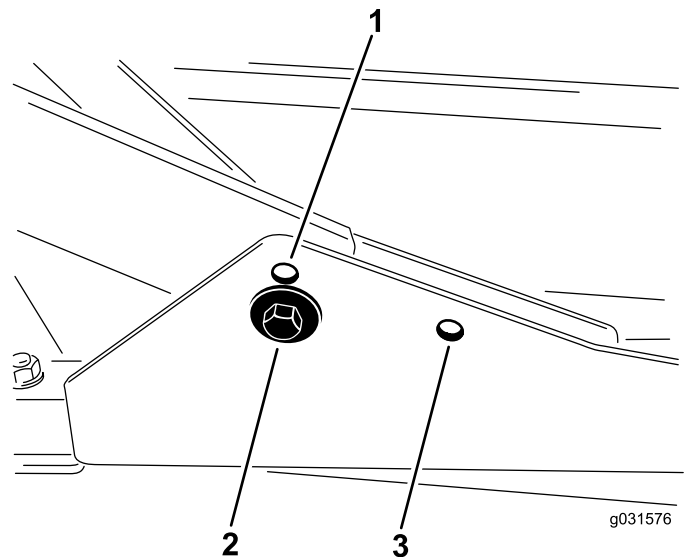

Figura 16
1. Para alturas de corte na gama de 2 a 7,6 cm, monte as estruturas de suporte frontais nos furos de montagem frontais inferiores (Figura 16).
furos de montagem frontais superiores (Figura 16).
Para todas as alturas de corte, monte a plataforma de corte traseira nos furos de montagem traseiros (Figura 16).